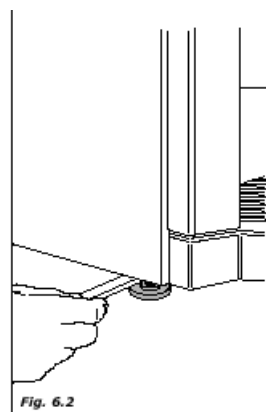

Fig. 6.2
- установите торговый автомат, выровняйте его с помощью установленных регулируемых ножек (рис. 6.2). Убедитесь, что угол наклона автомата не превышает 2 градусов.